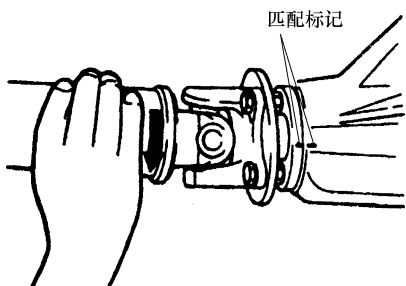
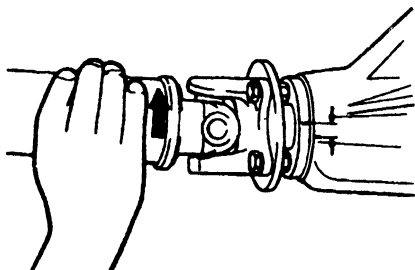

图 4-3 对准匹配标记
图 4-4 测量总间隙
1) 前桥总间隙的检查:首先将分动器操纵杆置于四轮驱动位置,带手动自由轮机构的车辆,控制手柄置于Lock位置;带自动自由轮机构的车辆,把分动器操纵杆置于4H位置,并开动车辆行驶1~2m,使自由轮与半轴啮合。卡住各车轮,将分动器操纵杆置于2H位置。这时自由轮与半轴相互啮合成一整体,而前差速器与后差速器分离。在该情况下,可准确测出前桥总间隙。具体操作如下:如图4-3所示,顺时针方向旋转结合法兰,使其防尘罩上的匹配标记与桥壳上的标记对准。然后如图4-4所示,逆时针旋转结合法兰,测出两相配标记之间所移动的距离。